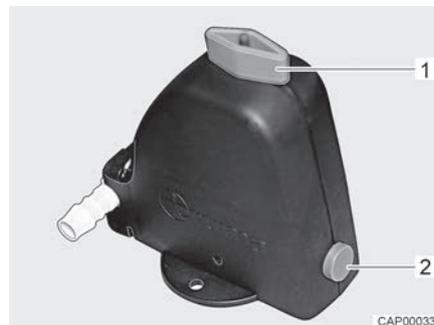
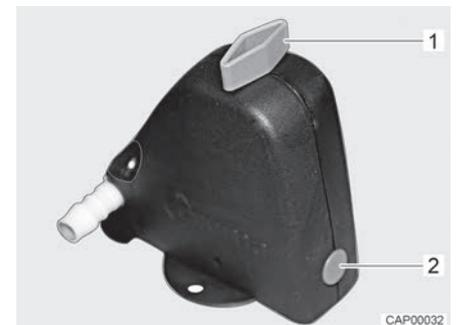

Fig. 91 Valvola di sicurezza/di scarico aperta
Fig. 92 Valvola di sicurezza/di scarico chiusa
- Chiudere la valvola di sicurezza/di scarico. A tal fine ruotare la manopola (Fig. 91,1) trasversalmente rispetto alla valvola di sicurezza/di scarico e premere verso l'interno il bottone automatico (Fig. 91,2). La valvola di sicurezza/di scarico chiusa è rappresentata in Fig. 92. Con temperature inferiori a 6 °C non è possibile chiudere la valvola di sicurezza/di scarico.